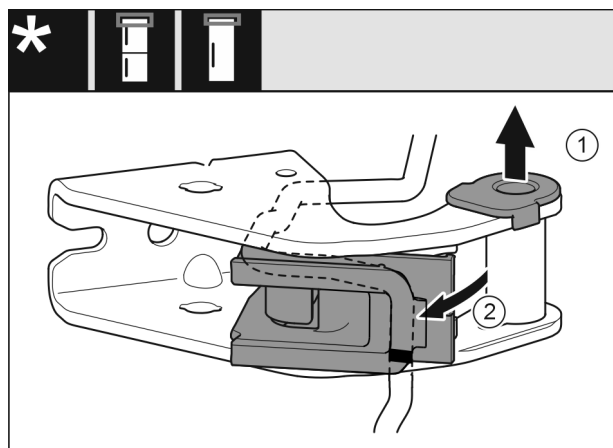

Fig. 27
- ▶ Vytáhněte ložiskové pouzdro Fig. 27 (1) z vedení.
- ▶ Otočte držák kabelu Fig. 27 (2) ven.